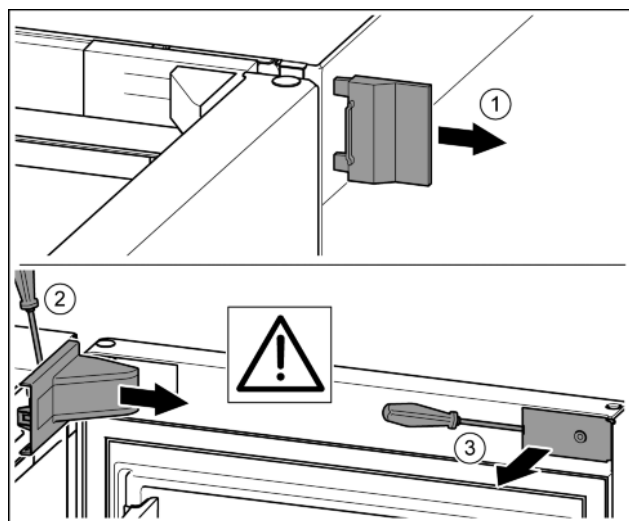

Fig. 8
- Снять внешнюю крышку. Fig. 8 (1)
- Вывести опорный кронштейн из зацепления при помощи отвертки и отсоединить. Снять крышку опорного кронштейна. Fig. 8 (2)
- Вывести накладку из зацепления и отвести в сторону. Fig. 8 (3)